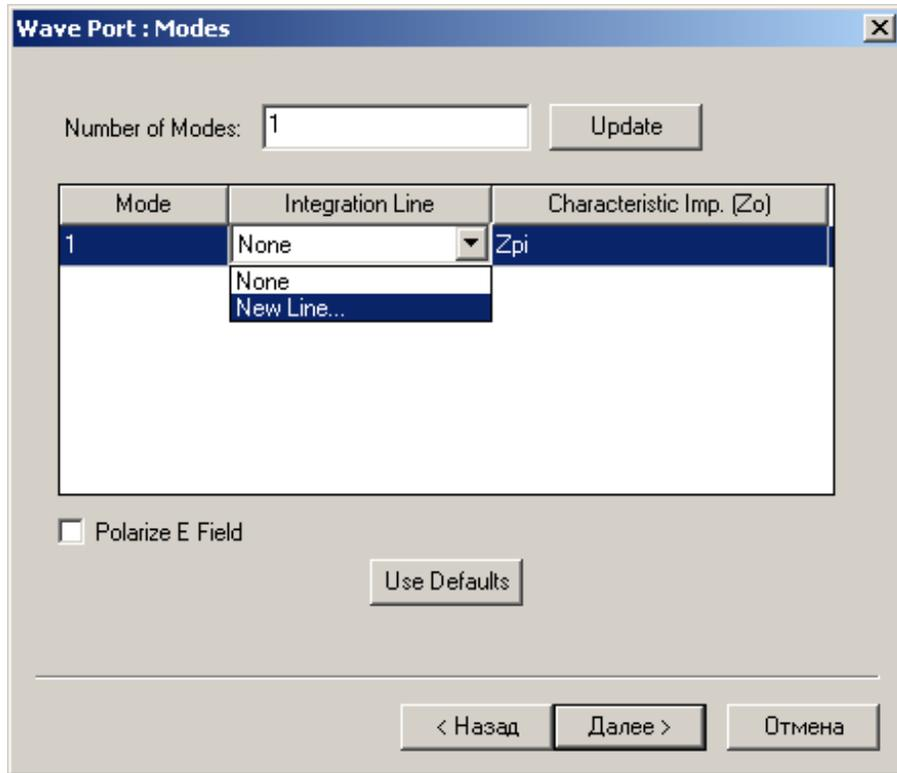

Рис. 5.30. Вторая страница ассистента порта
2. Нажмите **HFSS>Excitations>Assign>Wave Port**. Появляется ассистент порта **Wave Port** (рис. 5.30).